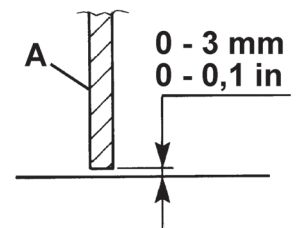
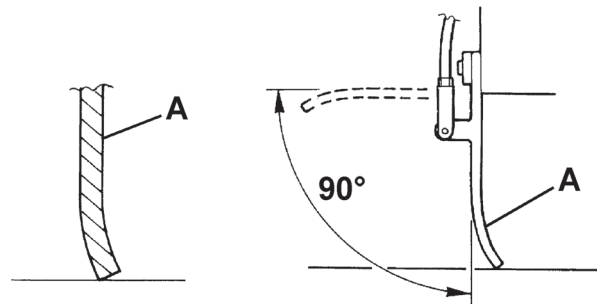
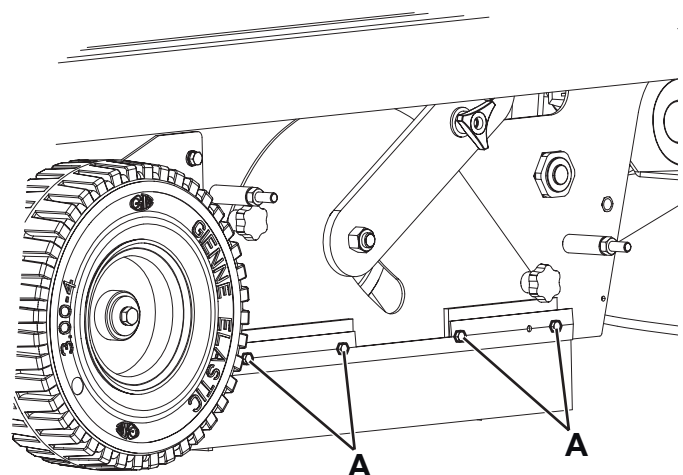
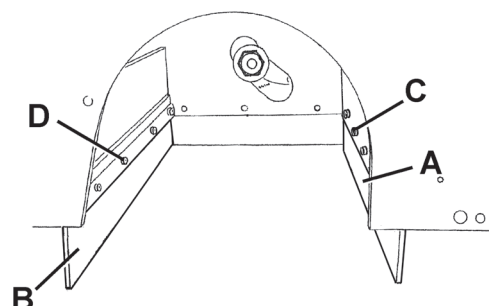

Figure 14
Figure 15
Figure 17
Figure 18
6. Contrôler que la hauteur du sol des volets latéraux (13 et 14) est comprise entre 0 et 3 mm (A, Fig. 14). Si besoin est, régler la hauteur des volets en utilisant les orifices oblongs sur les vis (A, Fig. 17).
- le volet avant (A, Fig. 18) touche légèrement le sol et que, de toute façon, il ne se détache pas du sol (A, Fig. 15).
- Le volet arrière (B, Fig. 18) se trouve à une hauteur du sol comprise entre 0 et 3 mm (A, Fig. 14).
11. Si besoin est, régler la hauteur des volets en utilisant les orifices oblongs sur les vis (C et D, Fig. 18).